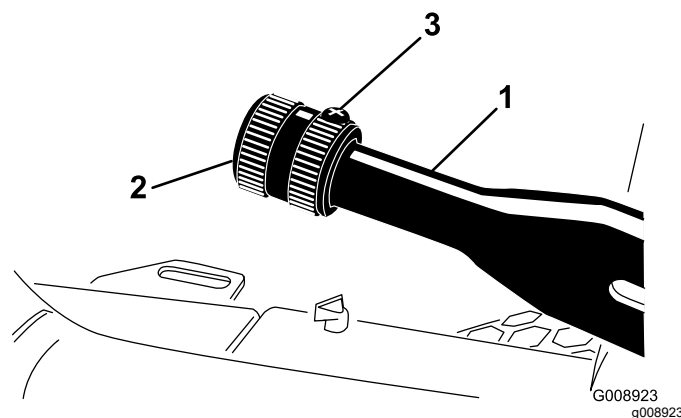

Figura 70
1. Allentate la vite a pressione che fissa la manopola alla leva del freno di stazionamento (Figura 70).